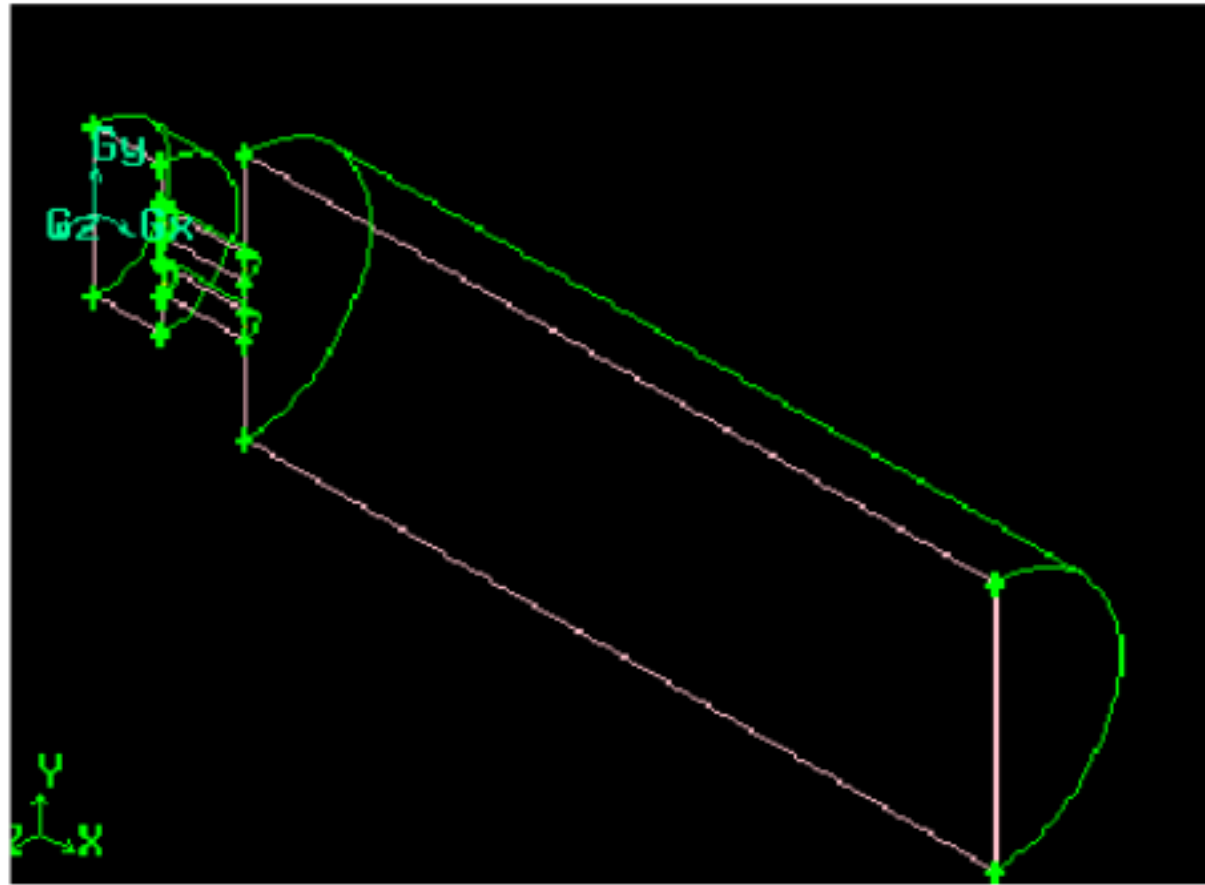

图 15
由于布尔运算的结果，几何体被剖开的部分变成了一个面（红色部分）（见图 15），要将该几何体重新划分为几个标准的几何体，就必须先将这个面重新划分成几个面。
1. 如图 15 所示，创建六条新的线（黄色部分）。